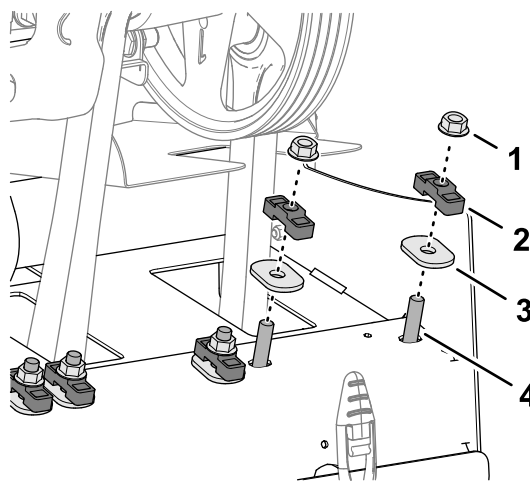

Figura 121
1. Rimuovete i 2 dadi di bloccaggio che fissano l'albero dell'ammortizzatore Roto-Link al telaio posteriore della macchina (Figura 121).